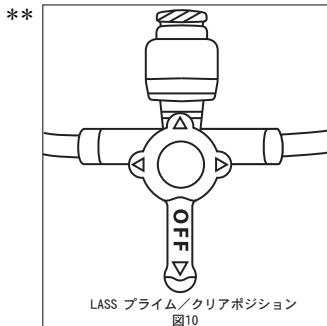

图10 LASS プライム／クリアポジション
- (3) センサポートポートの開放型ルアーキャップを閉鎖型ルアーキャップに付替えます。
- (4) センサ本体の活栓がペントポート側に対しオフになっていることを確認します。
** (5) 各接続部がしっかりと締まっている事を確認し、LASS/活栓付きプラネクタのハンドルがプライム／クリアポジションにあることを確認します（図10）（図11）。
** (2) LASS/活栓付きプラネクタのハンドルをプライム／クリアポジションにします（図10）（図11）。
(3) プランジャが止まり、容量の10mLになるまで、プランジャを引き滑らかにかつ均等にリザーバを満たします。
** (4) リザーバの活栓ハンドルが圧モニタリングの位置になっている事を確認します（図14）。LASS/活栓付きプラネクタのハンドルをプライム／クリアポジションにし（図10）（図11）、LASS/プラネクタおよびラインをフラッシュし残留する血液を除去します。